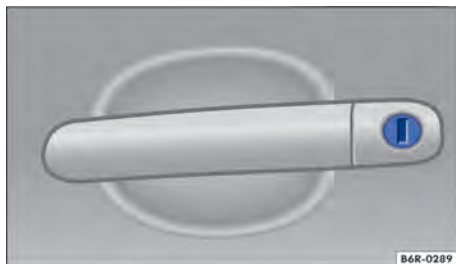

Fig. 44 Maçaneta da porta do condutor com cilindro da fechadura.
- Introduzir a haste da chave no cilindro da fechadura e destravar ou travar o veículo → Fig. 44. <